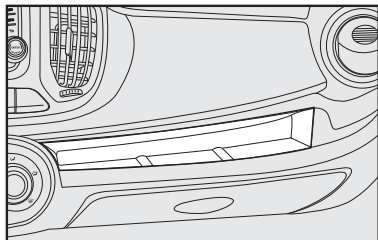
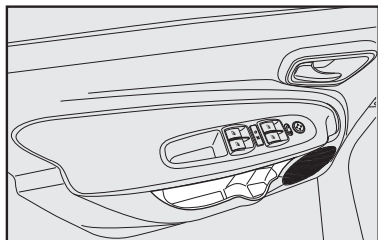
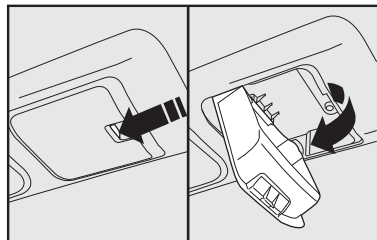

fig. 78
fig. 79
fig. 80
Em algumas versões, estão disponíveis porta-garrafas localizados nos painéis das portas dianteiras **fig. 79**.
- três sedes no painel, sendo um deles conforme **fig. 78**, painéis de portas **fig. 79** e no teto do veículo **fig. 80**;